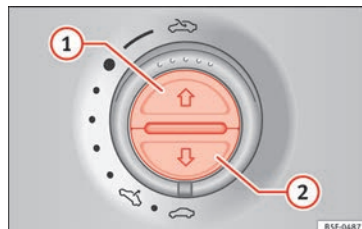

Fig. 139 I loftet: knapper til rullegardinet
Komplet åbning (automatikfunktion):	Tryk på knappen » Fig. 139 ① et kort øjeblik.
Automatikfunktion standses:	Tryk et kort øjeblik på knappen » Fig. 139 ① eller » Fig. 139 ②.
Indstilling af mellemposition:	Hold knappen » Fig. 139 ① eller » Fig. 139 ② inde, indtil positionen er nået.
Komplet lukning (automatikfunktion):	Tryk på knappen » Fig. 139 ② et kort øjeblik.
- **Rullegardin:** Inden for 5 sek. efter udløsning af kraftbegrænsningen skal du trykke på knappen » **Fig. 139** ②, indtil rullegardinet er helt lukket.